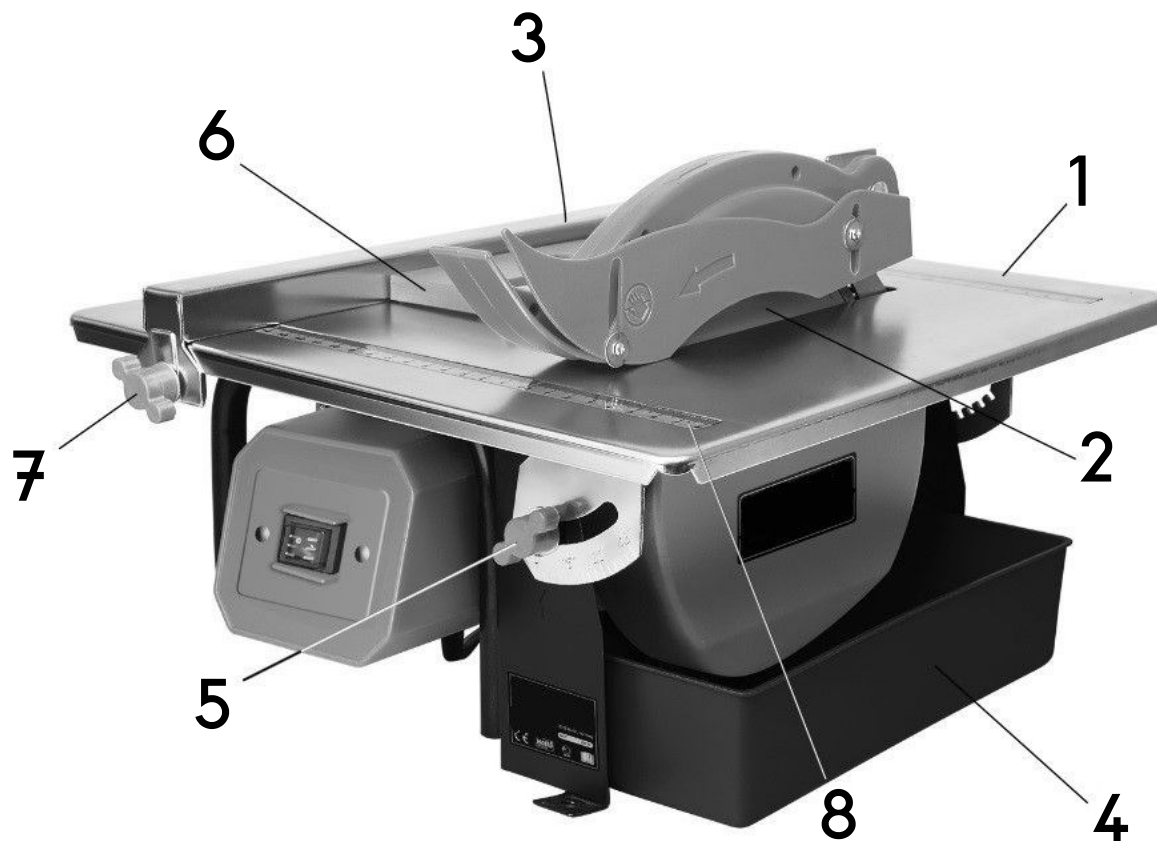

Fig. 1
Funzionamento (Fig. 1)
Battuta parallela (Fig. 1)
Regolazione del taglio obliquo (Fig. 1)
- Rimuovere il contenitore (**4, fig. 1**).